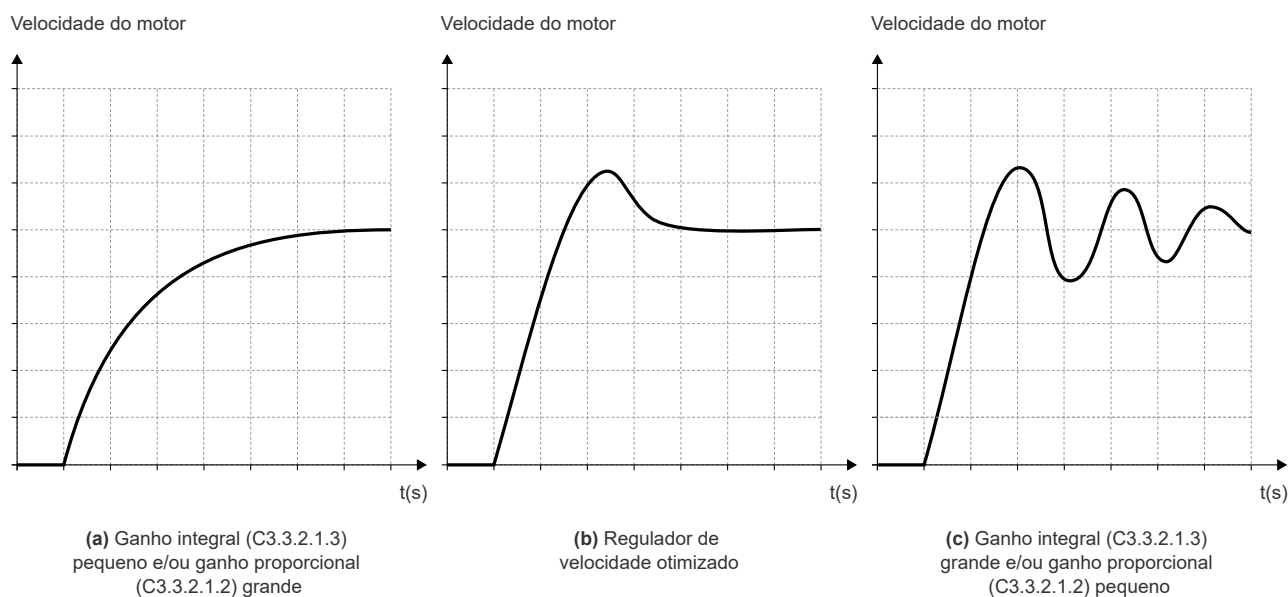

Figura 9.10: (a), (b) e (c) - Tipos de resposta do regulador de velocidade
6. Verifique dentre as opções da Figura 9.10 qual a forma de onda que melhor representa o sinal lido.
7. Ajuste C3.3.2.1.2 e C3.3.2.1.3 em função do tipo de resposta apresentada na Figura 9.10.